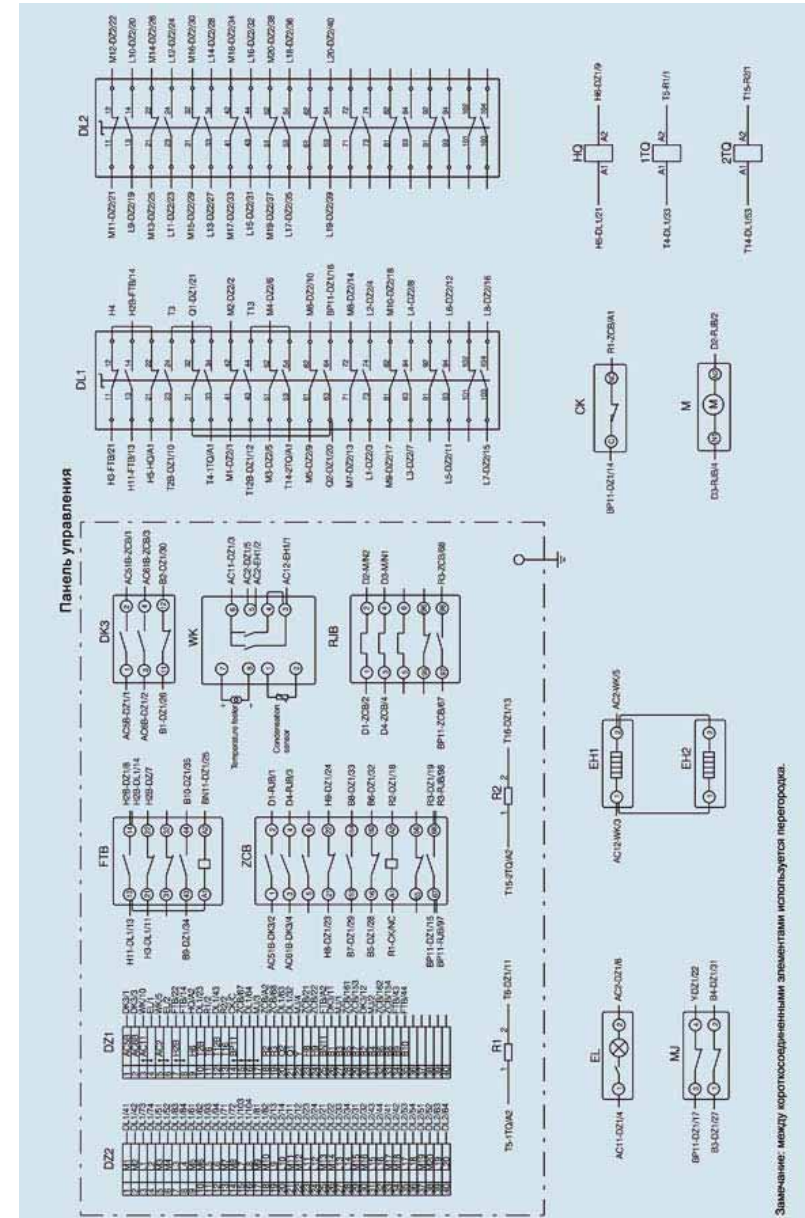

Рис. 6.7 Схема вторичной проводки, полюс В
- Схема вторичной проводки, полюс В (см. рис. 6.7)